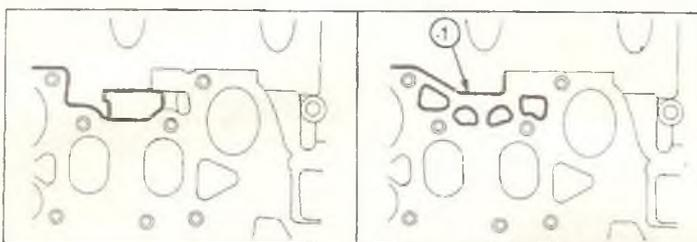

Рис. 8.6. Головка цилиндров старой (слева) и новой (справа) конструкции: 1 Модификация головки со стороны выпускного коллектора.
2. Различия между старой и новой головками цилиндров показаны на рис.8.6.